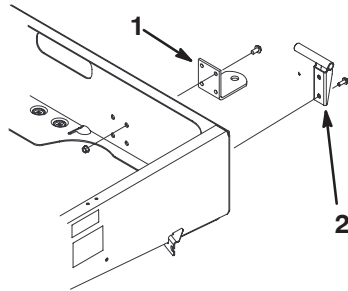

Figura 7
2. Monte el soporte del pivote de la izquierda en la esquina izquierda trasera del bastidor con dos tornillos (3/8 x 1 in.). Coloque el pivote tal y como muestra la Figura 7.